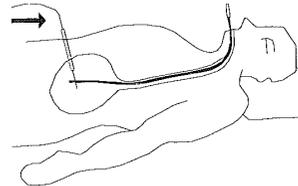

Figura 1
13. Insira a alça através do endoscópio. (Figura 1)